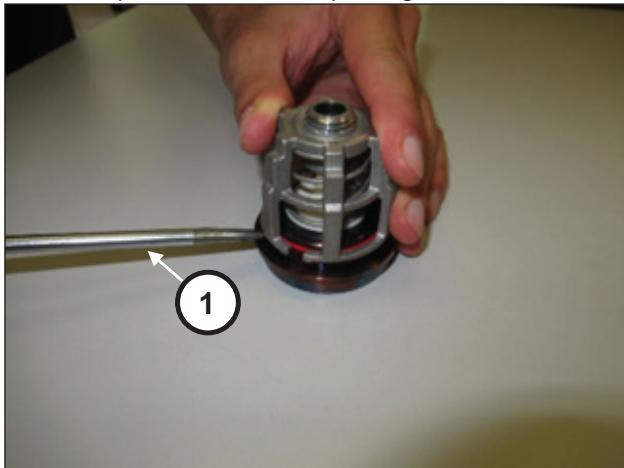

Fig. 142
Démonter les groupes soupape d'aspiration en se servant d'outils simples comme levier (rep. ①, Fig. 142).